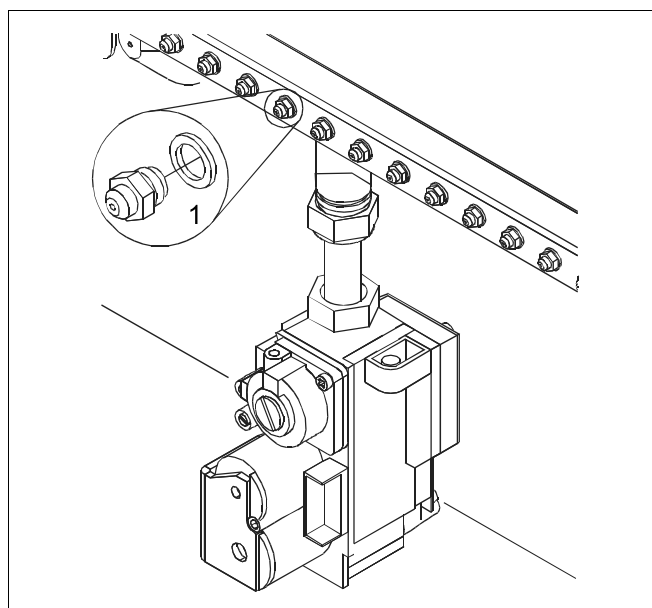

Fig. 48 Sostituire gli ugelli
- Rimuovere gli ugelli (fig. 48, **pos. 1**) del bruciatore e sostituirli con ugelli di diametro corrispondente al nuovo tipo di gas che si intende utilizzare (tab. 7, pagina 50).